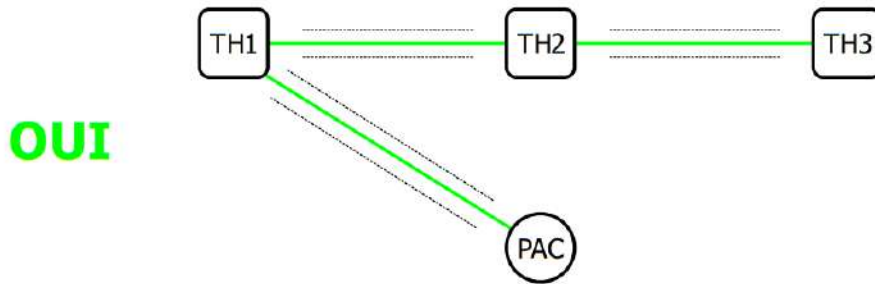
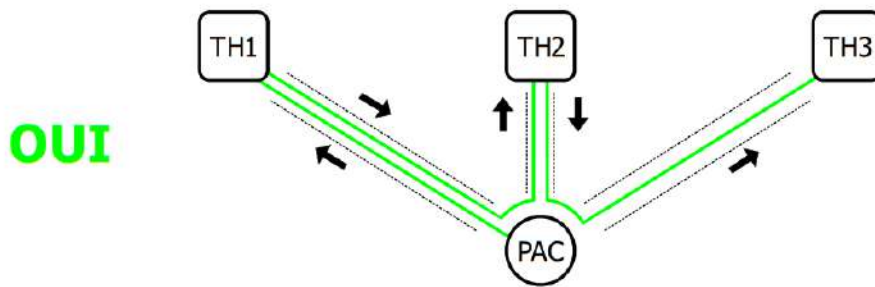

Figure 1
Figure 3
Dans la plupart des constructions, des gaines électriques sont prévues de la PAC à chaque thermostat mais pas entre les différents thermostats (voir figure 1). Pour parer à cela il suffit de câbler des aller-retours entre les TH-Tune et la PAC (voir figure 3).
- Bus 3 fils : 3 x 0,25 mm² - 0,75 mm² (6x si aller-retour, voir figure 3)